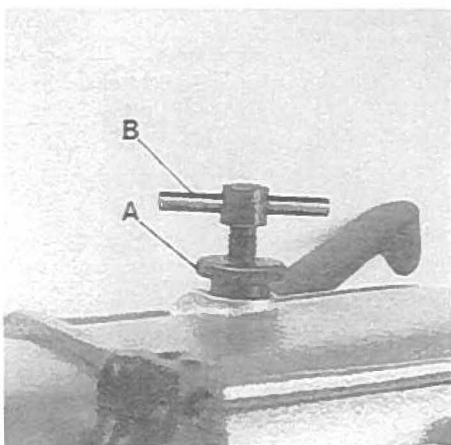

Fig.24
Rotate the handwheel until the lower feed dog is below the throat plate. Loosen knurled nut (A, Fig. 24) and turn out T-screw (B) until it does not exert any pressure on the leaf springs. In this position, the pressure exerted on the presser foot should be so strong that the presser foot bottom and the front end of the presser foot tongue rest squarely on the throat plate.
Drehen Sie am Handrad bis der untere Transporteur unter der Stichplatte steht. Lösen Sie die Rändelmutter (A, Fig. 24) und drehen Sie die Knebelschraube (B) soweit heraus, daß sie nicht mehr auf die Blattfedern drückt. In dieser Stellung soll der Druck auf den Drückerfuß so stark sein, daß die Drückerfußsohle und das vordere Ende der Drückerfußzunge flach auf der Stichplatte aufliegt.
Now turn in T-screw (B, Fig. 24) until the necessary presser foot pressure for proper feeding is exerted (determine by sewing tests). Secure this setting with the knurled nut (A), which simultaneously fastens the upper arm cover. Remount the face cover and the finger guard.
Nun drehen Sie die Knebelschraube (B, Fig. 24) soweit ein, daß der zum einwandfreien Transport notwendige Drückerfußdruck erzeugt wird (durch Nähversuche ermitteln). Sichern Sie diese Einstellung mit der Randelmutter (A), mit der gleichzeitig der obere Armdeckel befestigt wird. Montieren Sie den Stirndeckel und den Fingerschutz wieder.